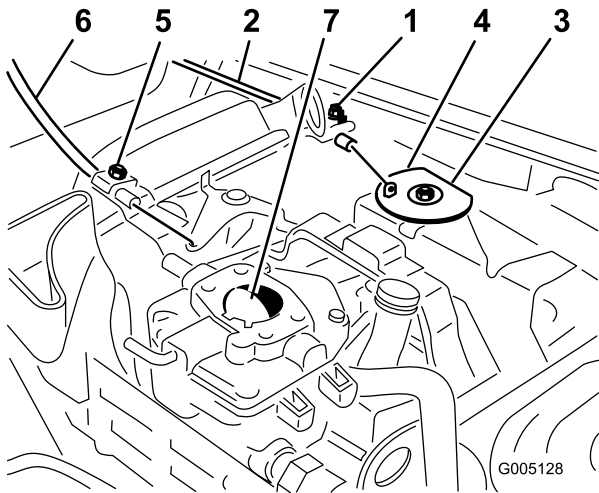

Figura 35
1. Afloje el tornillo de la abrazadera que fija el cable al motor (Figura 35).
3. Tire firmemente del cable del acelerador hasta que la parte trasera del pivote entre en contacto con el tope (Figura 35).
3. Tire firmemente del cable del estarter hasta que la palomilla esté cerrada del todo, luego apriete el tornillo de la abrazadera (Figura 35).